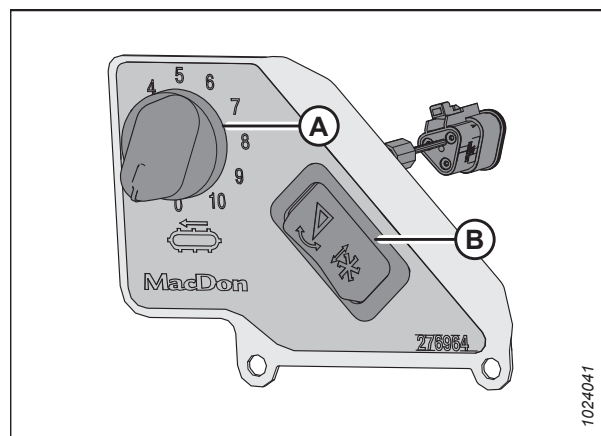

Figure 3.183: Commande de vitesse des tapis latéraux en cabine
Le commutateur (B) de la figure 3.183, page 169 permet à l'opérateur de basculer entre les commandes d'inclinaison de la plateforme et d'inclinaison avant-arrière du rabatteur. Pour obtenir des instructions sur les commandes, consultez Réglage de l'angle de la plateforme à partir de la moissonneuse-batteuse, page 165.